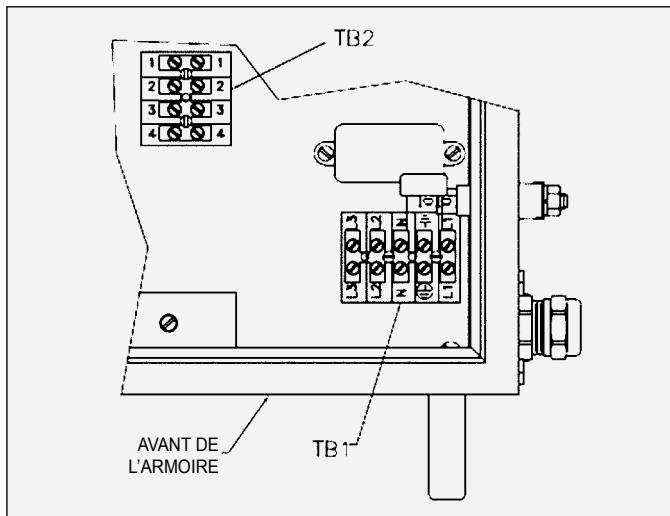
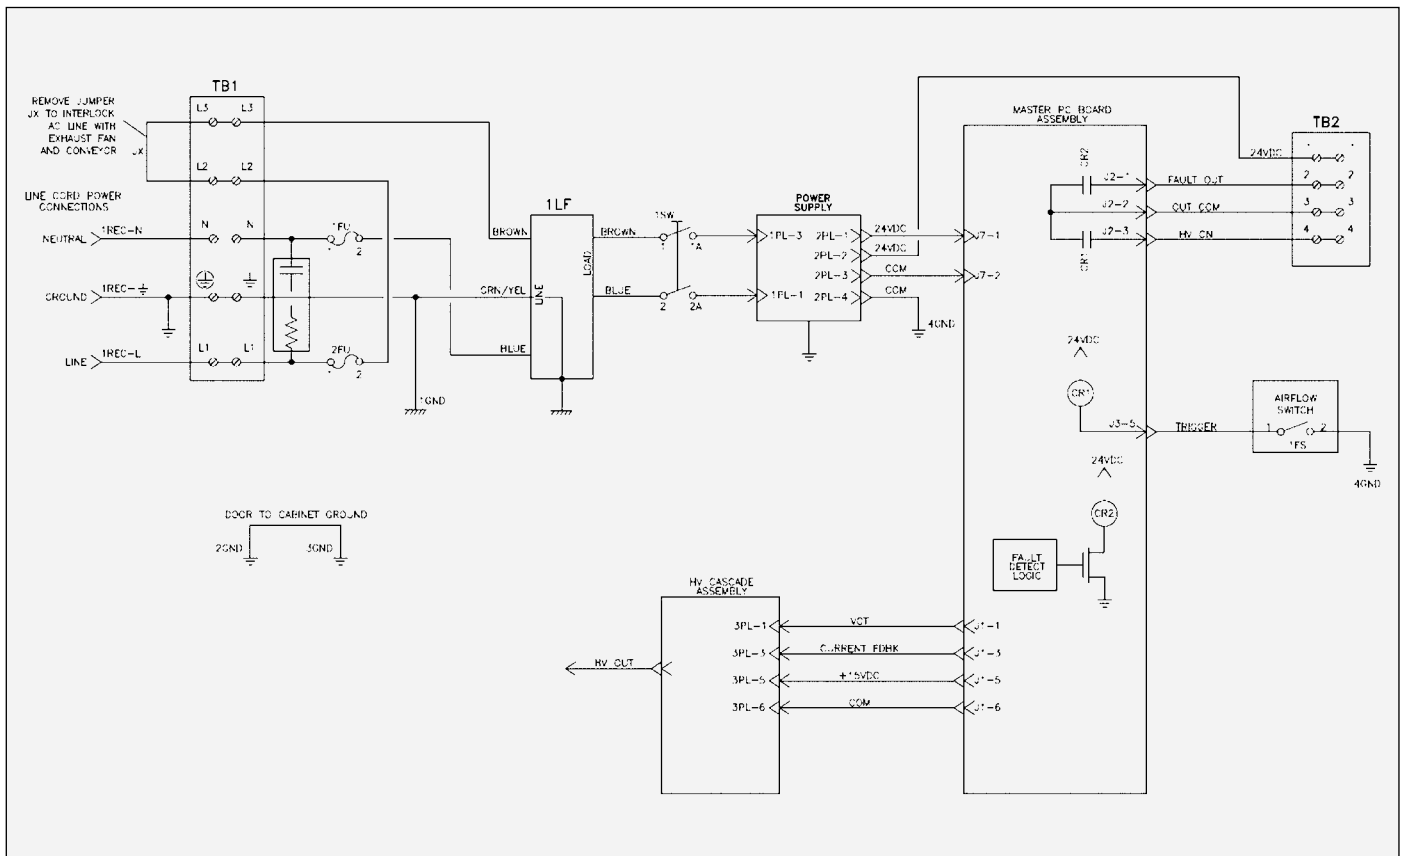

Figure 9 : Emplacement de TB1 et TB2 dans le contrôleur
Figure 12 : Schéma du contrôleur
1. **Assurez-vous que le cordon d'alimentation CA est débranché** et déposez le câblage de la prise d'entrée des bornes TB1-N, TB1-L1 et TB1-EARTH GROUND (voir Figures 9 et 10).
4. Avec un câble blindé pour le câblage de verrouillage (fourni par l'utilisateur), faites traverser le connecteur de verrouillage sur le côté du contrôleur 9060 pour le terminer sur TB1-L2 et TB1-L3 comme indiqué sur la Figure 12. Le câble blindé doit avoir des caractéristiques nominales minimales de 300 V et 105°C, avec des conducteurs de section 0,8 mm² (18 AWG) au minimum. Fixez le câble au connecteur de verrouillage comme indiqué dans la section "Raccordements d'E/S" dans "Installation" de ce manuel, de façon à raccorder le blindage du câble au châssis de l'armoire.
Un jeu de contacts de relais pour présence de haute tension (CR1) et défaut (CR2) est prévu sur TB2-4 et TB2-2 (voir Figure 9). Une extrémité de ces contacts de relais est reliée et aussi raccordée à une borne d'entrée de source TB2-3 (voir Figure 12). Quand une tension source est présente sur TB2-3 et que la haute tension est active ou qu'un état